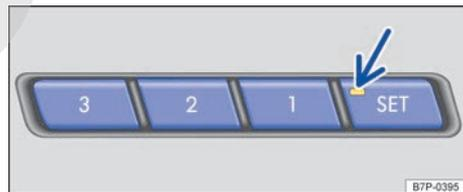

Fig. 102 En la parte superior del guarnecido de las puertas del conductor y del acompañante: teclas de memoria para los ajustes del asiento.
- Pulse la tecla **SET** → fig. 102 hasta que se encienda el LED (flecha).
- Antes de que transcurran 10 segundos aprox., pulse la tecla de memoria **1**, **2** o **3** en la que desee memorizar los ajustes → fig. 102. El LED se apaga y una señal acústica confirma la memorización.
- Pulse *brevemente* la tecla de memoria que desee **1**, **2** o **3** → fig. 102 de la puerta del conductor.
- Se vuelve a pulsar la tecla **SET** → fig. 102 en el transcurso de aprox. 10 segundos.
- Se vuelve a ajustar la posición del asiento en el transcurso de aprox. 10 segundos tras pulsar la tecla **SET** → fig. 102.
- Con la puerta del vehículo *abierta* y con el encendido *desconectado*, las posiciones memorizadas se pueden activar y ajustar automáticamente. Para ello pulse *brevemente* la tecla de memoria correspondiente **1**, **2** o **3** → fig. 102 de la puerta del vehículo. Transcurridos aprox. 10 minutos, las posiciones memorizadas ya *no* se podrán ajustar automáticamente.
- Mantenga pulsada la tecla de memoria que desee ,  o  → fig. 102 y, dado el caso, espere hasta que se alcance la posición memorizada.
- Mantenga pulsada la tecla  → fig. 102.